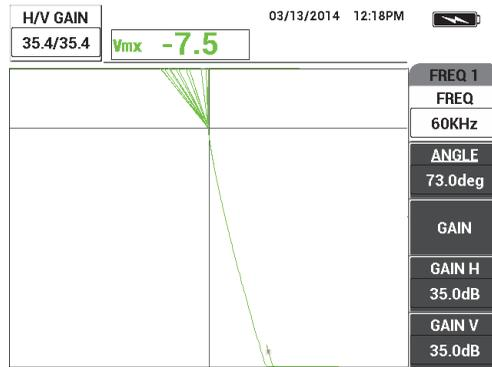

Figure 5-76 Réglage du gain
10. Placez la sonde sur l'échantillon de conductivité à 45 %, appuyez sur la touche GAIN (**dB**), et puis réduisez le gain jusqu'à ce que le point se trouve à l'intérieur de la zone balayée (voir la Figure 5-76 à la page 196).